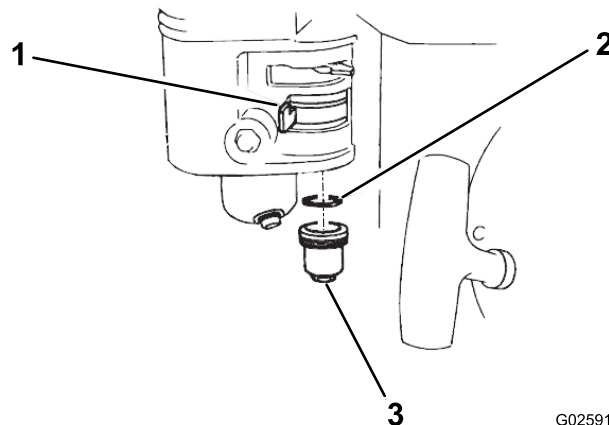

Figura 19
1. Mova a válvula do combustível para a posição OFF, depois retire o copo de sedimentos de combustível e o anel de retenção (Figura 19).